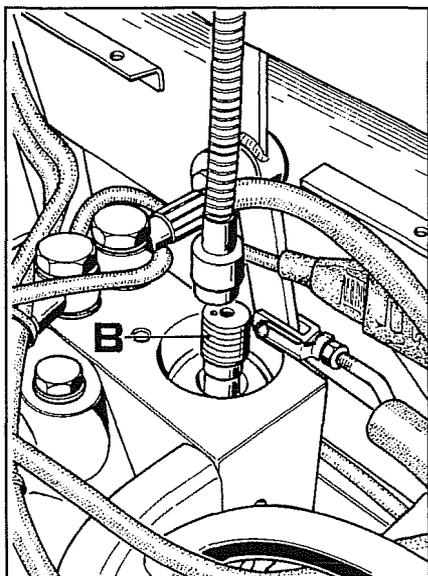

Abb. 14
3. Mit einem Magnet den kleinen Kolben **B** (Abb. 14) aus dem Magnetventil herausziehen, ihn dann waschen und mit Druckluft ausblasen.